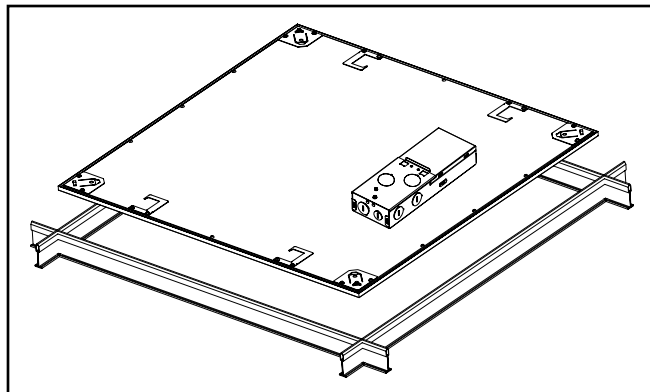

Figure 3.
5. Passez le luminaire dans la grille à un angle de 45 degrés puis déposez-la sur la grille. (Figure 3.)